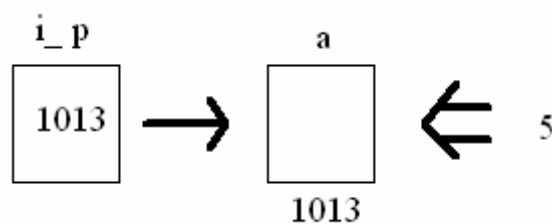

图 3-34
- (2) 按 C 语言规定，可以在程序中定义整型变量，实型变量，字符变量等，也可以定义这样一种特殊的变量，它是存放地址的。将“变量地址”存放在这个变量当中，当需要访问变量内容时，先找到存放“变量地址”的变量，从中取出“变量地址”，再取出“变量地址”的内容。如图 3-34
如图 3-34 所示，在定义了一个字符型变量以外，还另外定义了一个特殊变量“指向”变量 **a** 的内存地址，当需要操作的时候就利用取地址运算符“&”或取内容运算符“*”进行操作。如 `i_p=&a` 或 `*p`。
指向： 所谓指向变量是通过地址来体现的。`i_p` 中的值为 **1013**，而 **1013** 是变量 **a** 的地址，这样两者之间就建立了一种关系，即通过 `i_p` 可以知道变量 **a** 的地址，从而找到变量 **a** 的内存单元，所以图 3-34 中用箭头表示这种“指向”的关系。